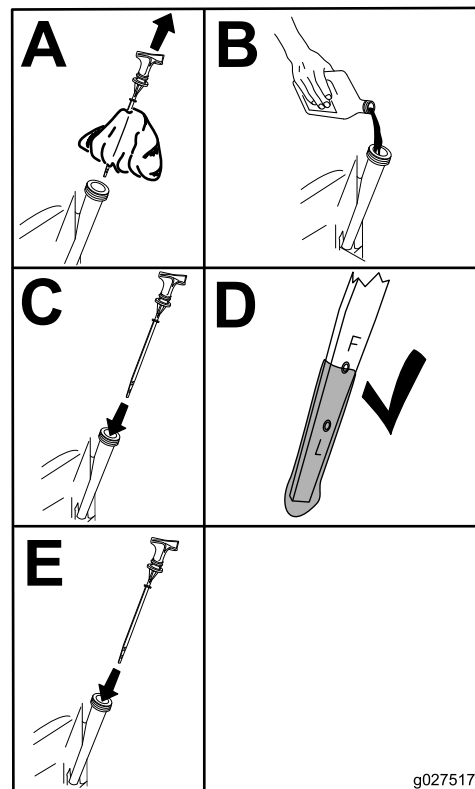

Figure 35
5. Versez avec précaution environ 80 % de la quantité d'huile spécifiée dans le goulot de remplissage (Figure 35).